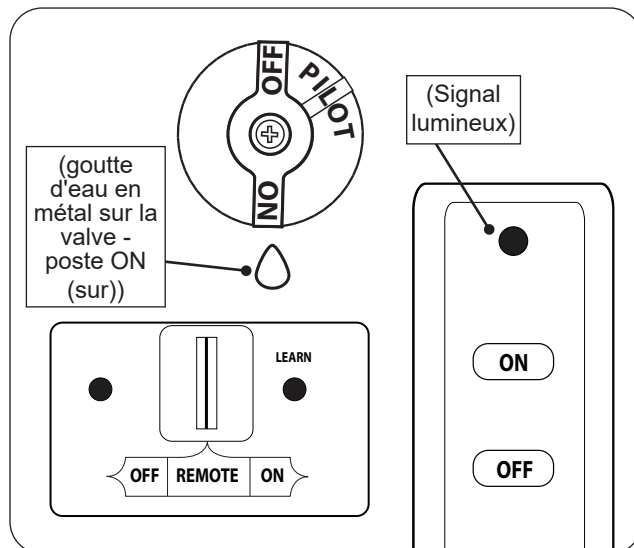

Fig. 71-1 Remote lighting
1. Assurez-vous que la veilleuse brûle. Tournez le bouton de commande dans le sens antihoraire ↻ sur **ON** (sur) (voir Fig. 71-1).
2. Localisez l'interrupteur à 3 positions sur le récepteur à distance et faites glisser l'interrupteur sur **REMOTE** (télécommande) (voir Fig. 71-1).
3. Localisez la télécommande et appuyez sur le bouton **ON** (sur) (voir Fig. 71-1). La séquence d'allumage commencera.